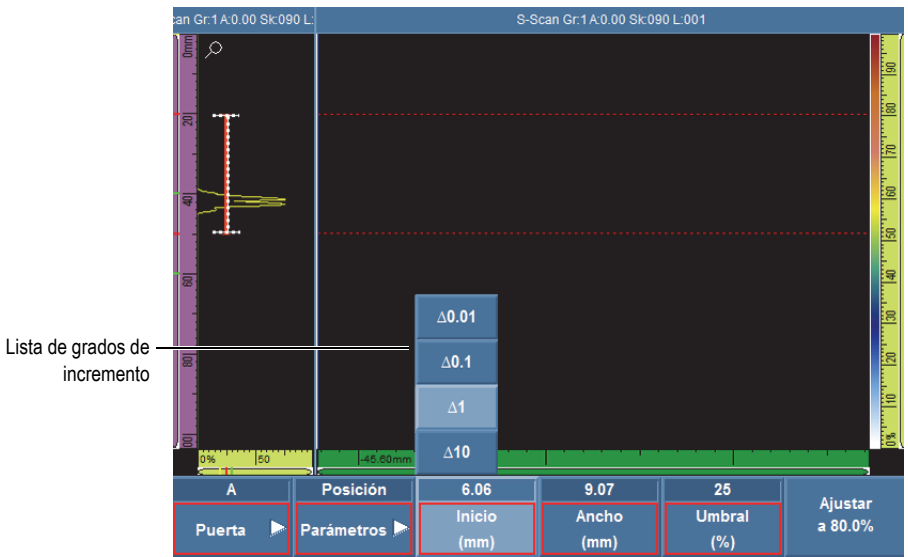
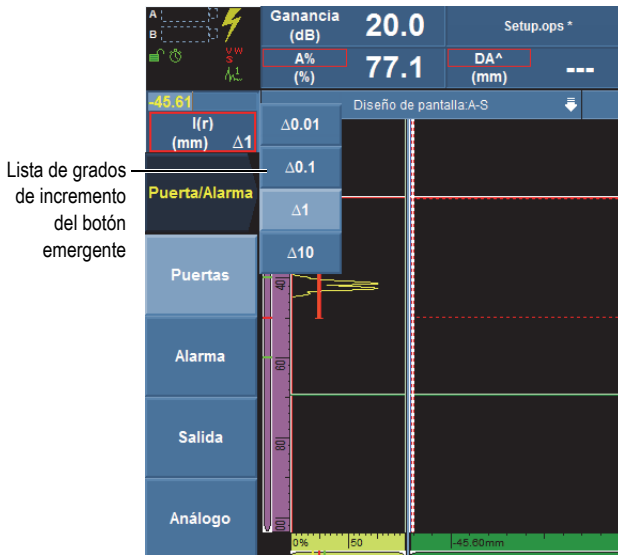

Figura 2 Lista de grados de incremento del parámetro
Figura 3 Lista de grados de incremento del botón emergente
- **Para cambiar el valor numérico del grado de incremento/reducción ( $\Delta$ )**, haga clic en el parámetro para activar el modo de modificación; después, haga clic derecho en el valor numérico y, en la lista, seleccione el grado de incremento/reducción (véase la Figura 2 en la página 4). La lista de incremento/reducción también está disponible en los botones emergentes. Véase la Figura 3 en la página 4.